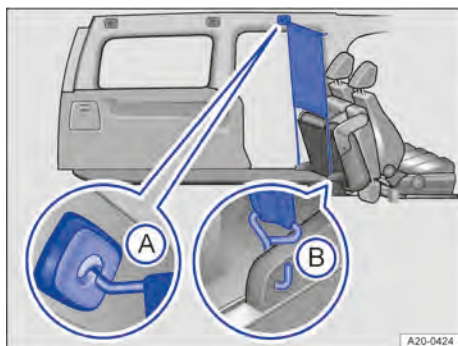

Fig. 151 Derrière la deuxième rangée de sièges rabattue : Filet de séparation monté
2. Accrochez le filet de séparation dans le logement *avant gauche* intégré au pavillon → fig. 151 (A). Faites passer la barre transversale au-dessus de la position supérieure pour l'amener en position inférieure.
4. Accrochez le filet de séparation dans la fixation → fig. 151 (B).